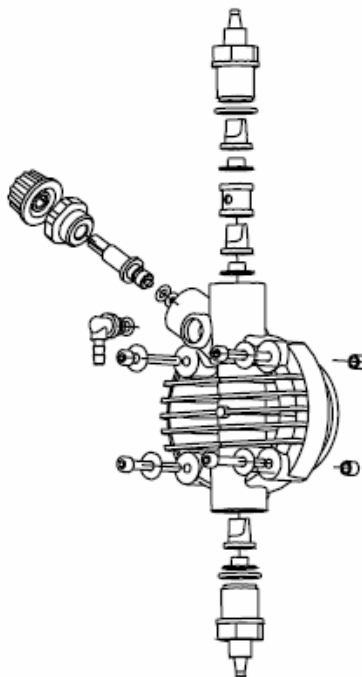

Рис. 12
- Концентрацию реагента в трубопроводе: снижение концентрации может быть вызвано износом клапанов, в случае чего их необходимо заменить (рис. 12) или засором фильтра, который необходимо промыть, как описано ниже в п. 3
6.1. Кнопки управления насосом (Рис. 12)
Очень редко потери жидкости могут быть вызваны повреждением мембраны или ее прокладок, в случае чего их необходимо заменить, открутив 4 винта на передней части головки (Рис. 12). При сборе головки насоса убедитесь, что винты закручены плотно.
- а. Снимите клапана сброса и забора, прочистите их и установите обратно (Рис. 12). В случае коррозии клапанов проверьте соответствие материала используемому вами реагенту. Стандартный материал клапанов – Витон.